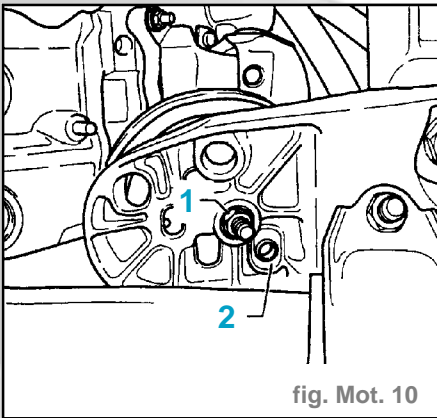

fig. Mot. 10
- Remplacer les écrous autoserrants (1) destinés à la fixation des paliers de moteur (fig. Mot. 10)